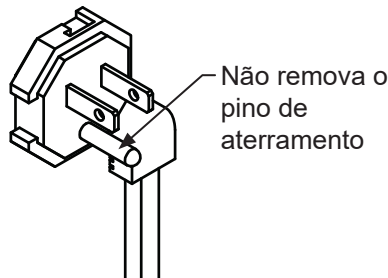

Figura 3
- Não remova o pino de aterramento do cabo de alimentação. (Veja a Figura 3).